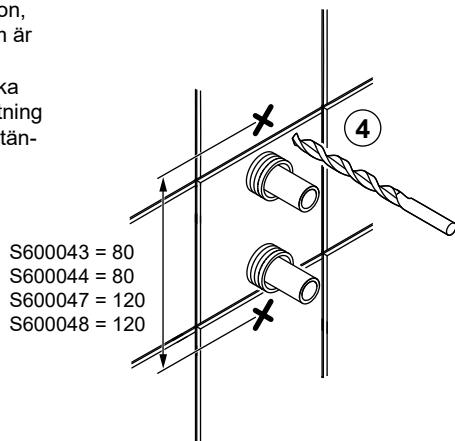

Fig. 1
Alla infästningar med skruv genom tätskikt ska tåtas, se "Fig. 1" eller "Fig. 2". Material för tätnings ska fästa mot underlaget och vara vattenbeständigt, mögelresistent och åldersbeständigt.
- The screw mountings should be of a sturdy design, for instance made of concrete, wooden studs, wooden nogging pieces or a design that has been tested and approved for mounting, e.g. pad design. All attachment points must be sealed. See "Fig. 1" or "Fig. 2". The sealant material must attach firmly to the underlying surface and be water-resistant, mould-resistant and non-ageing.
4. Skru innfestinger på steder for bad eller dusj skal gjøres i betong eller annen massiv konstruksjon, trebjelker, trestendere eller i konstruksjon som er testet og godkjent for innfesting. Alle innfestinger med skru gjennom tettesjikt skal tettes, se "Fig. 1" eller "Fig. 2". Materialelet for tetting skal feste mot underlaget og være vannbestandig, muggresistent og aldersbestandig.